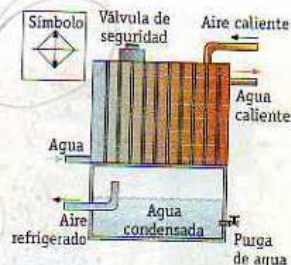

Fig. 16.6. Refrigerador.
- **Refrigeradores.** Tienen como objetivo enfriar el aire, que se ha calentado en la fase anterior, y dejarlo a unos 25 °C. Durante este proceso se condensa un 75 % del agua que contiene, la cual se deposita en la parte inferior (Fig. 16.6).